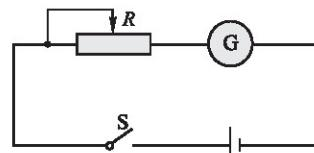

图 1-4-1
1. 如图 1-4-1 所示，把电源、滑动变阻器、开关和一个零点在刻度盘中央的电流计串联成实验电路。实验中改变电源正、负极与电流计接线柱的连接，由此识别电流计的指针偏转方向与输入电流方向之间的关系。